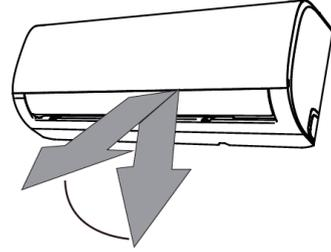

fig. 7 -
İç üniteden çıkan havanın akış yönünü dikey olarak ayarlamak için ("fig. 7 -") "SWING"  (part. 9 "fig. 1 -").
İç ünite ekranından gösterilen kodların anlamı ("fig. 7 -") şekilde gösterilen "88" yerine aşağıda açıklanmıştır.
9. **WIFI AKTİVASYON GÖSTERGESİ.** Ünite, uzaktan kontrol için düzenli olarak kablosuz ağa bağlandığında ekran "fig. 7 -", detay 1'de belirtilen sembolü gösterir.